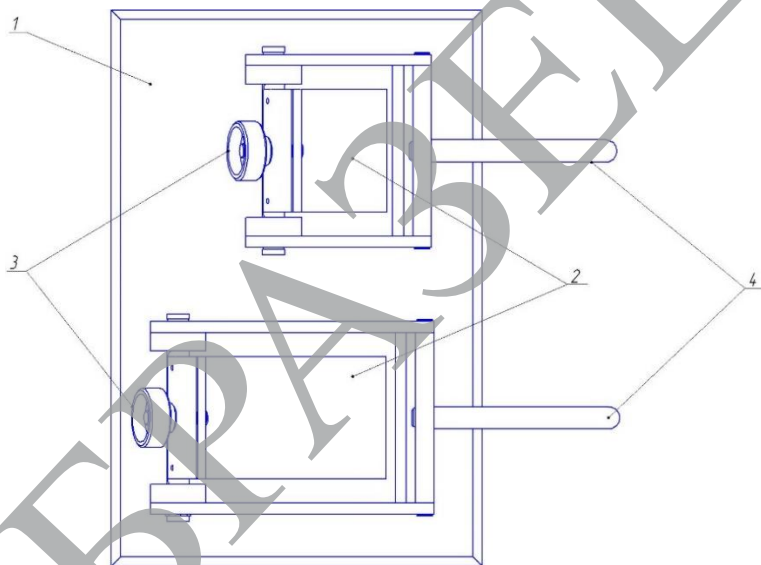

Рисунок 1
- основание (поз. 1, рисунок 1);
- полуцилиндры (поз. 2, рисунок 1);
- прижимные винты (поз. 3, рисунок 1);
- рукоятки (поз. 4, рисунок 1).
3.2.1 Установить тестовую пластину между прижимной планкой и полуцилиндром (поз. 2 рис. 1) так, чтобы сторона с нанесенным материалом была наружу от полуцилиндра (поз. 2 рис. 1).
3.2.2 С помощью прижимного винта (поз. 3 рис. 1) зафиксировать пластину.
3.2.3 Плавно поднимая рукоятку (поз. 4 рис. 1), изогнуть пластину вокруг полуцилиндра (поз. 2 рис. 1).